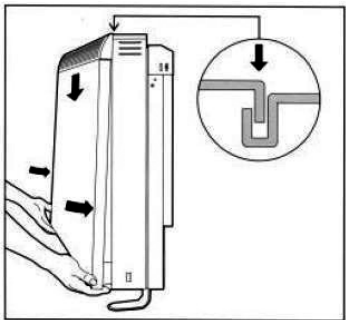

Figura 12
19. Montar el panel frontal externo anclándolo a la ranura de retención del panel superior y asegurarlo con los tornillos de fijación (Figura 12).